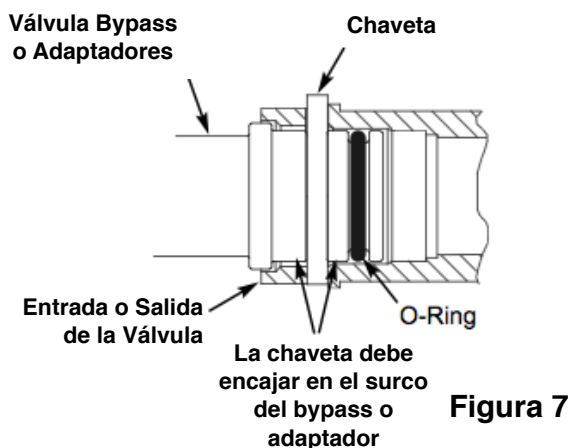

Figura 7
6. Inserte la válvula de bypass en la entrada (IN) y en la salida(OUT) de la válvula del ablandador, hasta que tope al fondo. Instale las dos chavetas desde arriba para abajo, como se indica(Figura 7 & 8).
7. Inserte los adaptadores, hasta que tope al fondo. Instale las dos chavetas desde arriba para abajo, como se indica(Figura 7 & 8).